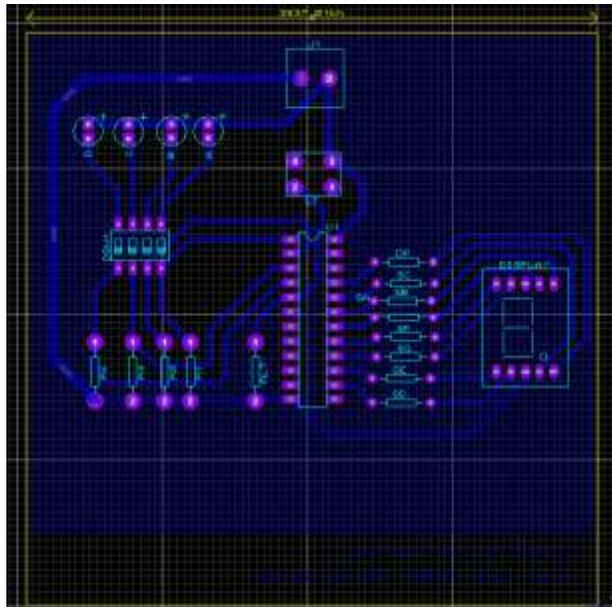

Figura 2: Imagen del Layout del circuito impreso en PROTEUS
9.- Elabore el diseño del PCB en el programa PROTEUS como se muestra en la figura 2.